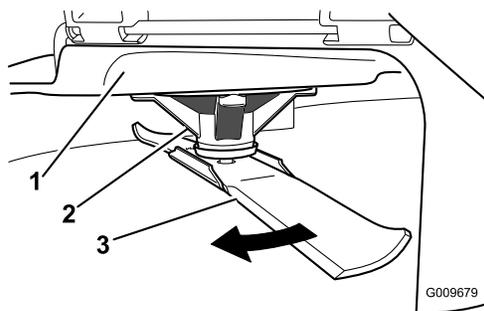

Figura 49
2. Indossando guanti ben imbottiti o altra protezione per le mani adeguata ruotate lentamente la lama da misurare in una posizione che consenta la misurazione effettiva della distanza tra il tagliente e la superficie piana su cui si trova la macchina Figura 49.